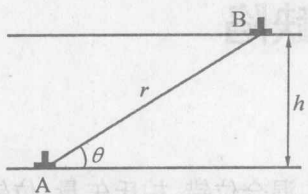

图 2-1
2.12 在相距 h 的两个滑移面上, 有柏氏矢量为 b 的两个位错线平行的正刃型位错 A 和 B, 如图 2-1 所示。若 A 位错的滑移受阻, 忽略派 - 纳力, B 位错需多大切应力才可滑移到 A 位错的正上方?